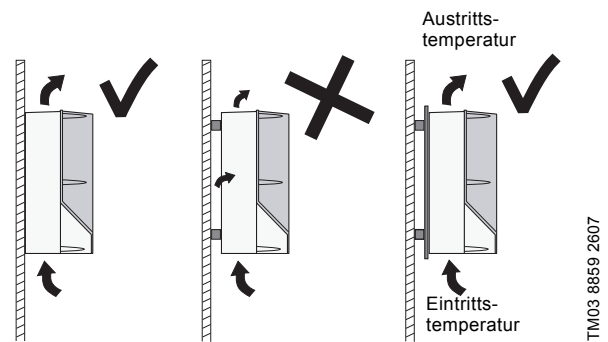

Abb. 37 Direkt an der Wand montierter CUE-Frequenzumrichter oder an einer Montageplatte befestigter CUE-Frequenzumrichter
- Den CUE-Frequenzumrichter direkt an die Wand hängen oder an einer Montageplatte anbringen, damit ein ausreichender Luftstrom zur Kühlung zur Verfügung steht. Siehe Abb. 37.
ΔT ist die Differenz zwischen der Austrittstemperatur und der Eintrittstemperatur (Umgebungstemperatur) der Kühlluft. Siehe Abb. 37.